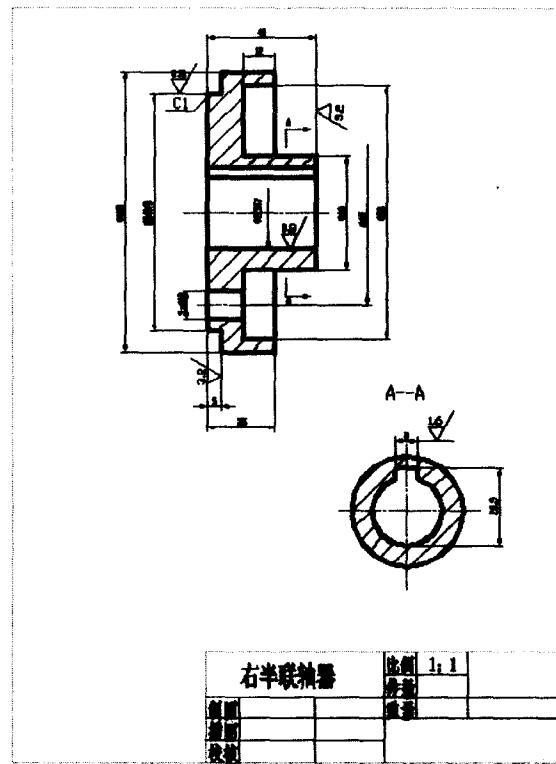
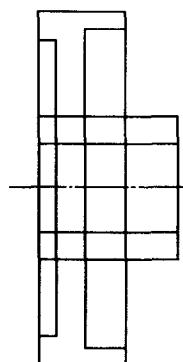
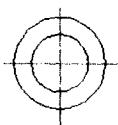

图 2-1
图 2-3
图 2-6
任务目标 本例制作右半联轴器零件二维图，效果如图 2-1 所示。
- Step 3** 单击 \square 按钮，根据图2-1所示尺寸作矩形，如图2-3所示。
Step 7 单击 \odot 按钮，根据图 2-1 所示尺寸作圆，如图 2-6 所示。
Step 9 剖面线处理。选择剖面线图层（10 层），根据图 2-1 所示对图形作剖面线。